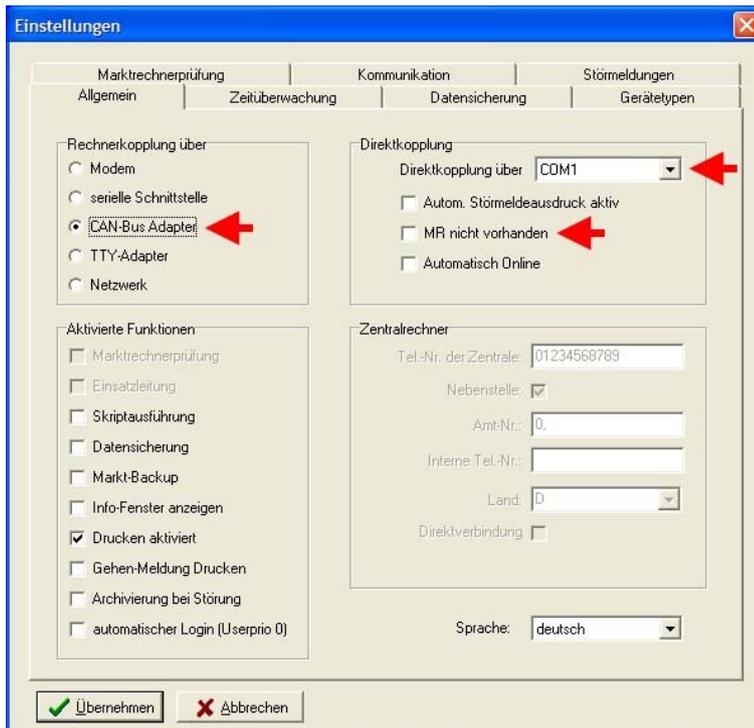

Bild 3.2-2: CAN-Bus-PC-Adapter
7. Im Menü „Datei / Einstellungen“ in der Maske „Allgemein“ den gewählten *COM-Port* und „CAN-Bus-Adapter“ auswählen (siehe Bild 3.2-2) und „Übernehmen“ betätigen.